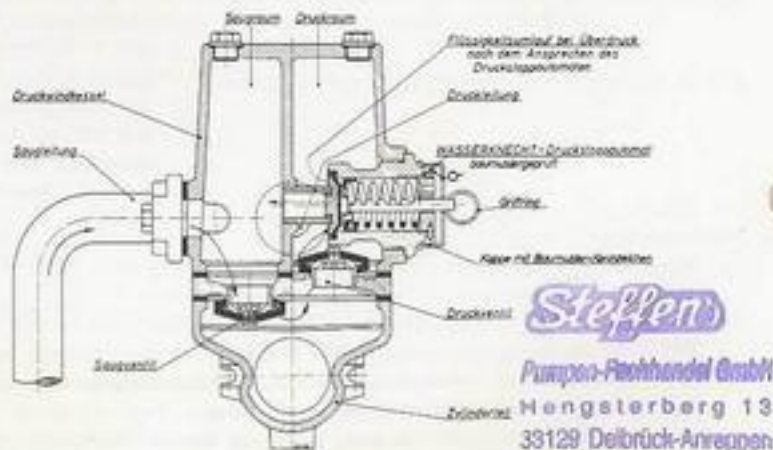

Abb. 10 Öffnungsdruck entsprechend einem Kesseldruck von 4 bar eingestellt.
3.6 Druckstoppautomat (Sicherheitsventil) Abb. 10
a) Prüfen, ob Undichtigkeit am Pumpendruckwindkessel vorhanden ist. Evtl. ist Dichtung der Verschlusschraube (Druckraum) defekt (siehe Abb. 10).